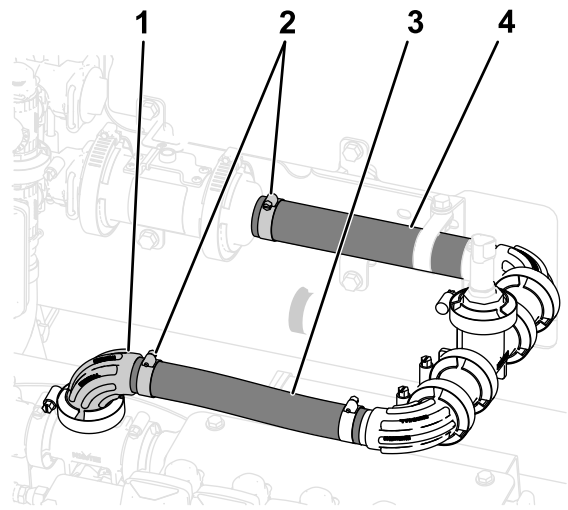

Bild 51
3. Ziehen Sie die Schlauchklemme an, mit der der Schlauch (1" x 7-1/4") am gezahnten Flanschanschlussstück befestigt ist, den Sie in Montieren des Druckwandlers am Verteiler \(Seite 23\) montiert haben, siehe Bild 51.